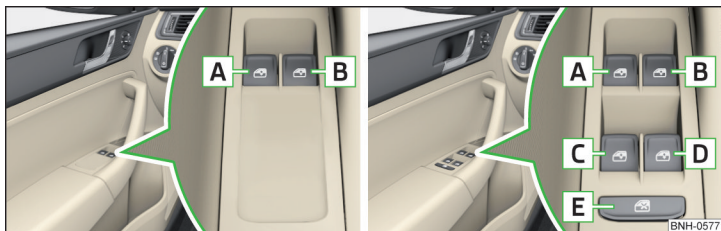

Fig. 42 Teclas de los elevalunas: Variante 1 / Variante 2
Dependiendo del equipamiento pueden operarse las teclas en la puerta, la ventana delantera **Variante 1** o la ventana delantera y trasera **Variante 2** » fig. 42.
Teclas de los elevalunas » fig. 42
► Pulse la tecla **E** » fig. 42.
La ventanilla del acompañante con el elevalunas eléctrico » **fig. 42 de la *pág. 60* dispone de ningún** limitador de fuerza. Debe cerrar la ventanilla con cuidado. ¡Existe peligro de lesiones!